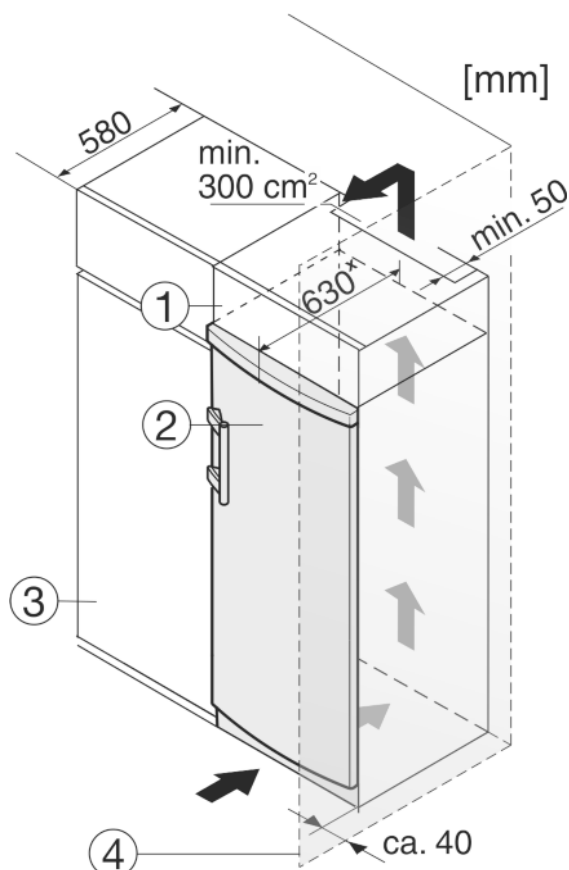

Fig. 10
Spotřebič lze zabudovat do kuchyňských skříní. K vyrovnání spotřebiče Fig. 10 (2) na výšku kuchyňské linky lze na přístroj nasadit nástavec Fig. 10 (1).
Při montáži do kuchyňských skříní (hloubka max. 580 mm) lze přístroj instalovat hned vedle kuchyňské skříně Fig. 10 (3). Přístroj přesahuje přední stěnu kuchyňské skříně na stranách o 34 mm \* a uprostřed o 50 mm \*.
Když se přístroj instaluje závěsy vedle stěny Fig. 10 (4), musí být vzdálenost přístroje od stěny alespoň 40 mm. To odpovídá přesahu madla při otevřených dveřích.